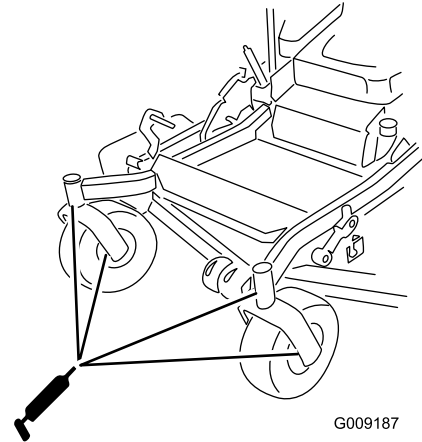

Figure 42
15. Remettez le bouchon hexagonal et le capuchon antipoussière en place (Figure 42).